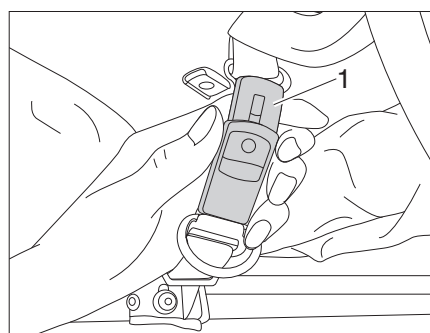

Figure 53 Fermer la sangle de sécurité
- Fermer les sangles de sécurité (Figure 53,1).